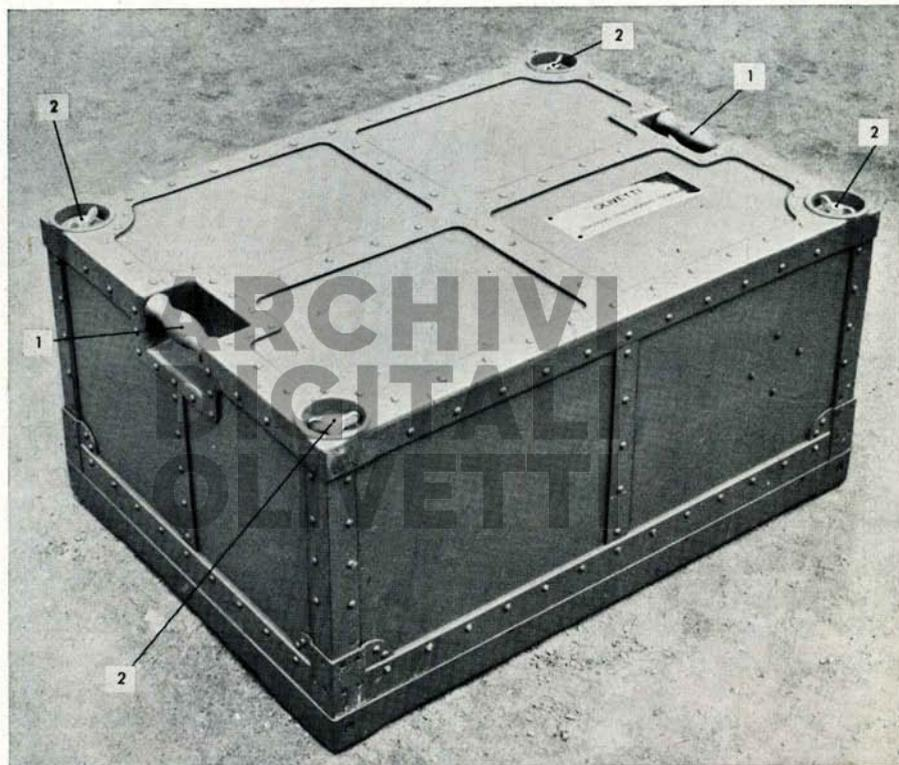
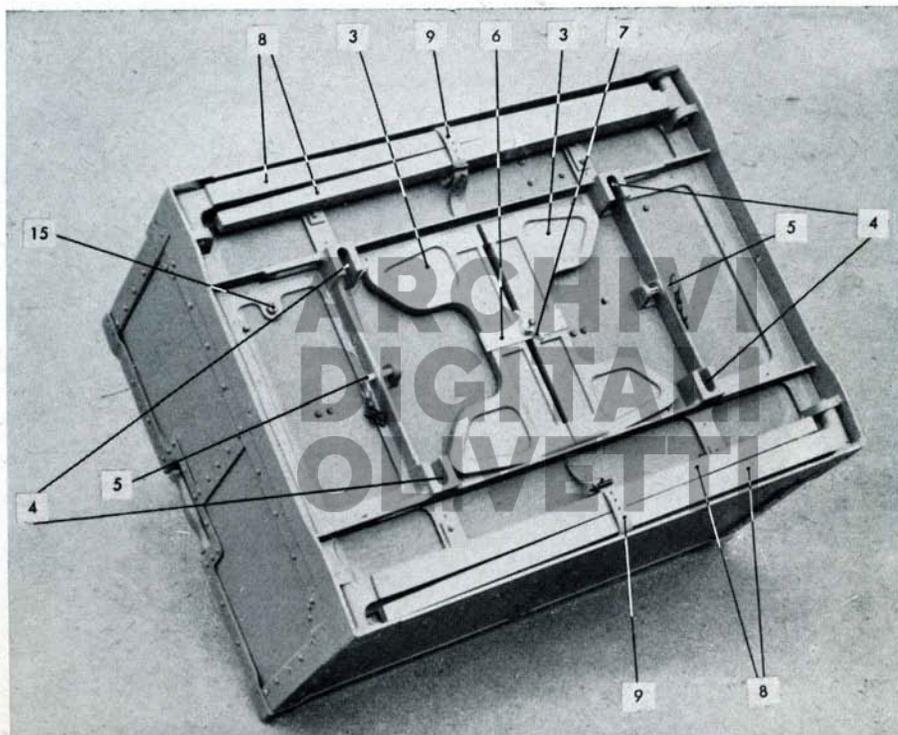
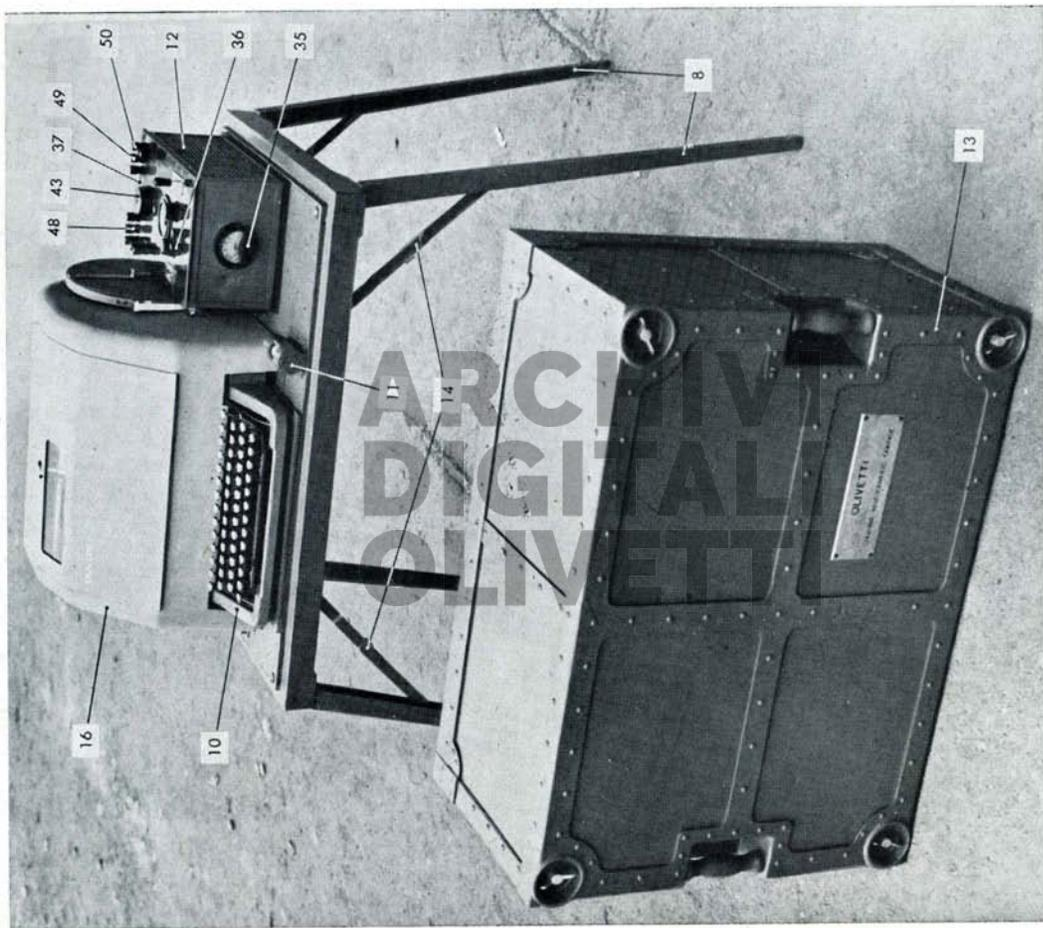
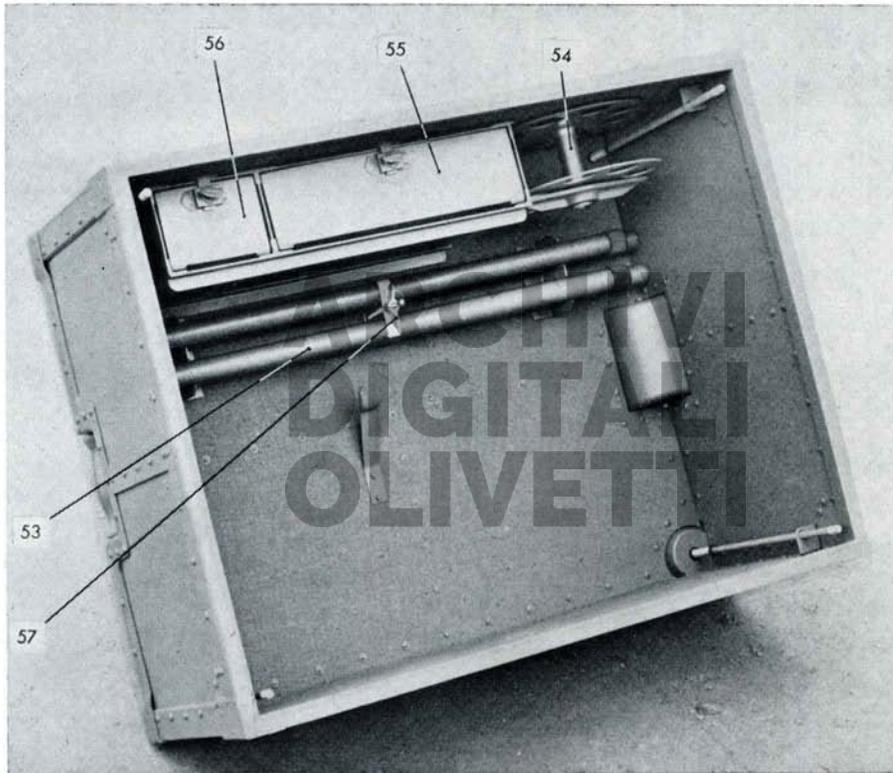

Fig. 1
Fig. 2
Fig. 3
Fig. 6
Il telescrittore può essere trasportato a mano per brevi distanze afferrandolo per i manici 1 (fig. 1). Per distanze maggiori il trasporto sarà fatto su mulo o su automezzo. Per il trasporto su mulo occorre applicare alla base del cofano (fig. 2) le sellette per il basto 3 infilando nelle scanalature 4, dove saranno trattenute dai perni 5. Normalmente le sellette 3 sono fissate sotto il fondo del cofano mediante la staffa 6 chiusa dalla vite 7 (fig. 2).
Sotto la base del cofano sono alloggiare le gambe 8 tenute chiuse dalle cinghie 9 (fig. 2). Le gambe aprendosi si dispongono secondo gli spigoli di una piramide rettangolare e formano, con la base del cofano, il tavolo (fig. 3) su cui è fissata la macchina telescrivente 10, l'ingommatoio 11 e l'alimentatore 12.
Il coperchio 13 del cofano (fig. 3) serve come sedile per il telescrivente. Il coperchio è fissato alla base mediante le viti 2 (fig. 1).
Per mettere il telescrittore campale in assetto di funzionamento (fig. 3) partendo dalla forma chiusa (fig. 1) occorre:
- a) Disporre il cofano a terra appoggiandolo su una faccia laterale (posizione del coperchio 13 in fig. 3).
- b) Aprire le gambe della base fissandole in posizione aperta mediante i controventi a compasso 14 (fig. 3).
- d) Svitare le viti 2 (fig. 1) che fissano il coperchio alla base.
La macchina telescrivente è fissata alla base del cofano mediante quattro viti 15. Una sola di queste viti 15 è visibile in fig. 2, le altre sono nascoste dalle sellette 3 e dalle gambe 8. La macchina è protetta da un coperchio silenziatore 16 (fig. 3).
L'alimentatore 12 (fig. 3) fornisce la corrente al motore e al circuito telegrafico utilizzando corrente alternata alle tensioni di 110 - 125 - 160 - 220 volt, oppure corrente continua.
- b) La scatola portafusibile 43 (fig. 3).
- In quest'ultimo caso la sorgente esterna andrà collegata ai morsetti 48 (fig. 3). La tensione per il circuito a corrente doppia potrà variare da ± 45 volt a ± 100 volt a seconda del circuito. Per il circuito a
g) I morsetti 49 (fig. 3) segnati L e LT rispettivamente per la linea e per il ritorno a terra. Nel circuito a corrente semplice nella macchina alimentata occorre invertire gli attacchi del filo di linea e della presa di terra.
Oltre all'ingommatoio 11 (fig. 3) montato sul tavolo, nell'interno del cofano (fig. 6) sono disposti:
6° - Collegare il filo di linea e la presa di terra in morsetti 49 (fig. 3) morsetto segnato L con la linea, morsetto segnato LT con la presa di terra.